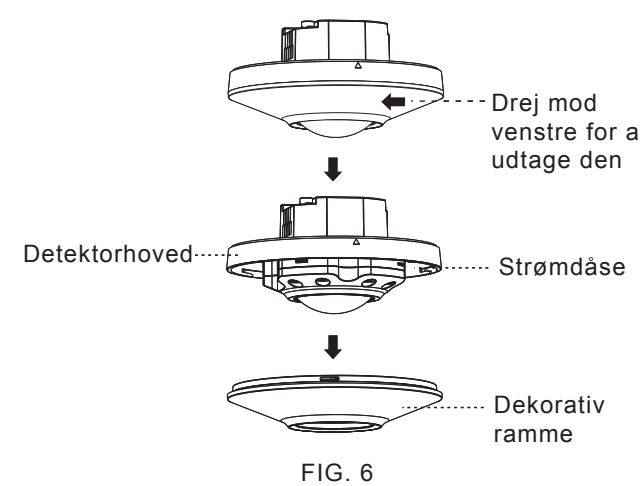

FIG. 6
3.4.1.1 Fjern detektorernes dekorative ramme (Se FIG. 6).
- 3.4.1.4 Monter den dekorative ramme igen (Se FIG. 6).